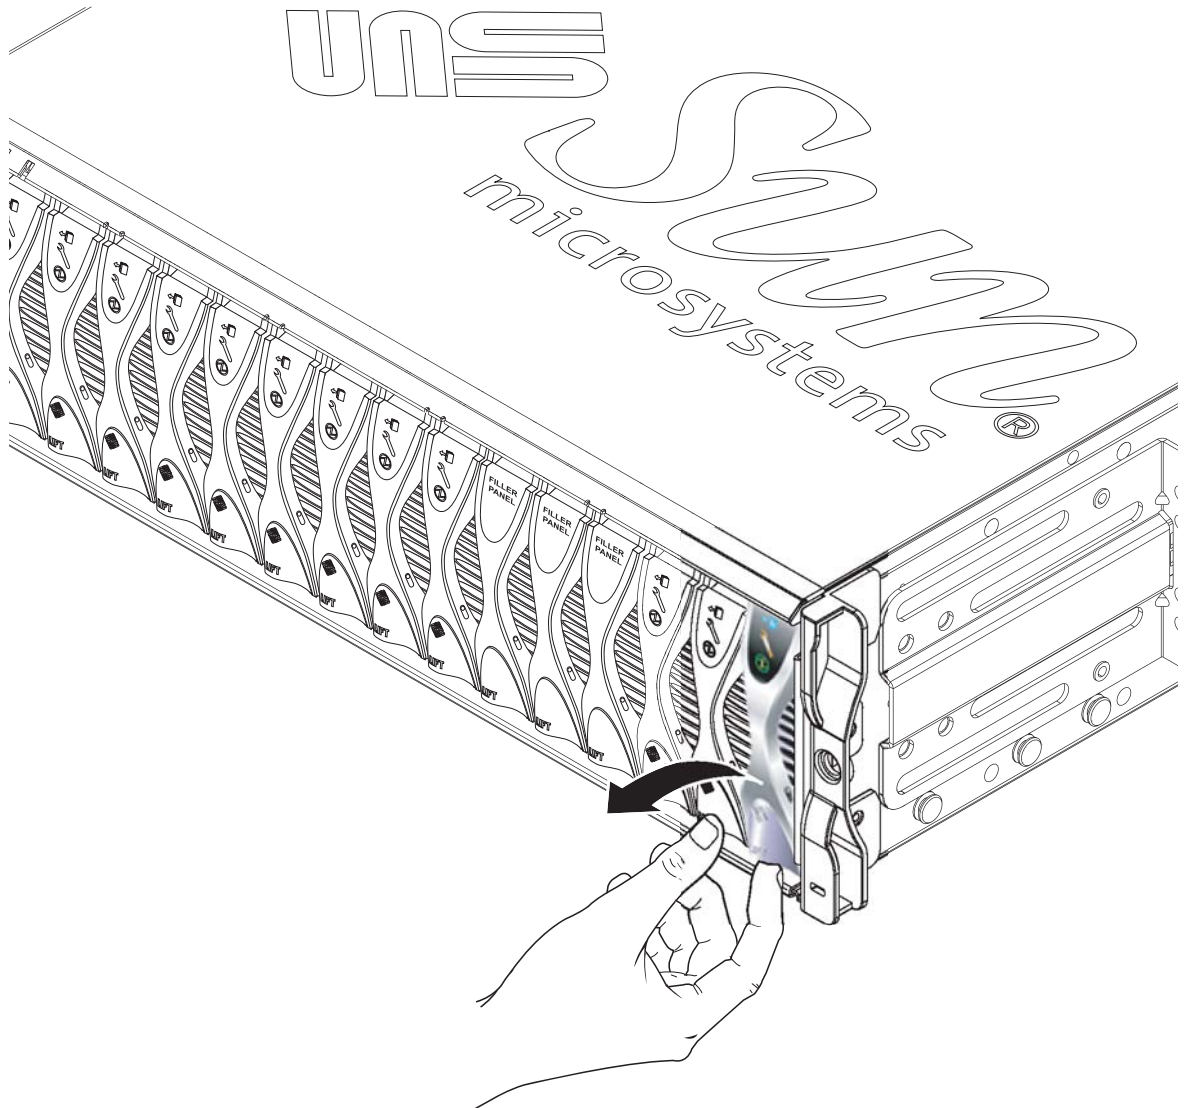

FIGURE 12-1 Désengagement du mécanisme de verrouillage du serveur Blade
2. Insérez votre doigt dans l'orifice d'ouverture situé en bas à l'avant du levier du serveur Blade et tirez délicatement pour désengager le mécanisme de verrouillage (FIGURE 12-1).